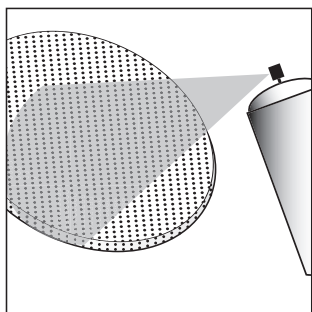

FIGURE 9
3. After removing the grille by carefully hooking it with a bent paper clip and pulling it gently away from the frame, spray on two thin coats of finish color. If you're using a compressor and spray gun, use the finest, most diffuse setting. Be careful not to fill the holes in the grille with paint [figure 9].
3. Après avoir dégagé la grille à l'aide d'un trombone plié et de l'avoir retirée du cadre, vaporisez deux minces couches de peinture de finition. Si vous utilisez un compresseur ou un pistolet pulvérisateur, choisissez le réglage le plus fin, le plus diffus. Assurez-vous de ne pas boucher les trous de la grille avec la peinture [figure 9].